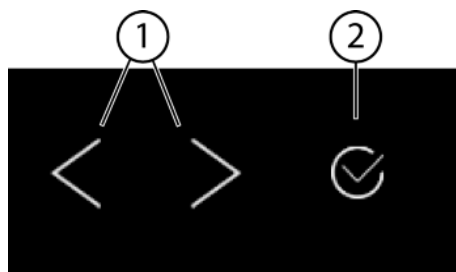
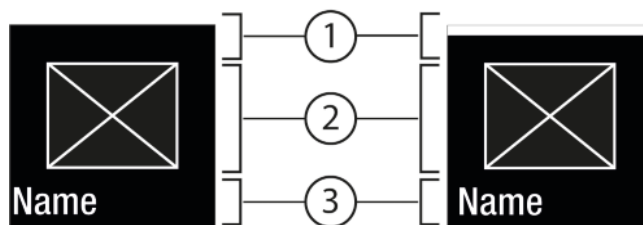
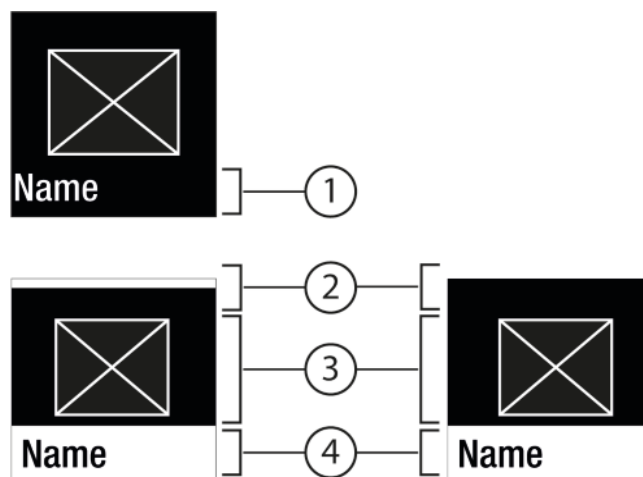

Fig. 5
Fig. 6
Fig. 7
- (1) Strzałka nawigacyjna lewa / prawa (2) Potwierdzenie
Strzałka nawigacyjna lewa / prawa Fig. 5 (1):
Potwierdzenie Fig. 5 (2):
- Nawigować przy pomocy strzałki nawigacyjnej w lewo / prawo Fig. 5 (1).
- Przy pomocy potwierdzenia Fig. 5 (2) aktywować Fig. 6 (1) / dezaktywować Fig. 6 (1) funkcję / ustawienie.
- Wywołać podmenu Fig. 5 (2) przy pomocy potwierdzenia Fig. 5 (4).
- Ustawić nowe wartości: Przy pomocy potwierdzenia Fig. 5 (2) wybrać dezaktywowaną wartość Fig. 6 (1).
- Powrót do menu: Przy pomocy potwierdzenia Fig. 5 (2) wybrać już aktywowaną wartość Fig. 6 (2).
- ▶ Strzałki nawigacyjne *Fig. 5 (1)* przyciskać tak długo, aż wyświetli się funkcja .
- ▶ Nacisnąć Potwierdzić *Fig. 5 (2)*.
- ▶ Strzałki nawigacyjne *Fig. 5 (1)* przyciskać tak długo, aż wyświetli się funkcja.
- ▶ Przy pomocy strzałki nawigacyjnej *Fig. 5 (1)* wybrać wartość ustawienia.
- ▷ Na krótko pojawia się w podmenu *Fig. 7 (4)* Status: aktywowano *Fig. 6 (1)*.
- ▶ Strzałki nawigacyjne *Fig. 5 (1)* przyciskać tak długo, aż wyświetlą się ustawienia .
- ▶ Strzałki nawigacyjne *Fig. 5 (1)* przyciskać tak długo, aż wyświetli się żądane ustawienie.
- ▶ Przez 3 sekundy przycisnąć potwierdzenie *Fig. 5 (2)*.